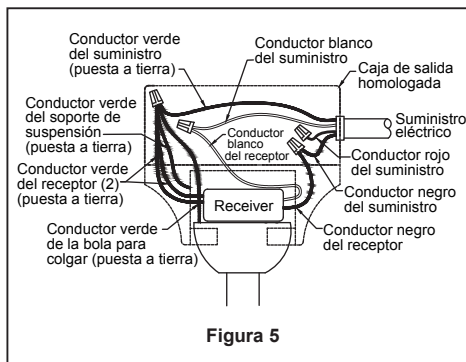

Figura 5
5. Pase los cables a través de la cubierta de unión del motor, la cubierta para el tornillo y el capuchón. (Figura 5)
- ☐ 4. Una vez realizadas las conexiones, los cables deben ser colocados de forma extendida poniendo el conductor de la toma de tierra y el conductor de toma de tierra del equipo a un lado de la caja, colocando el conductor sin toma de tierra en el otro lado de la caja. gire los conductores hacia arriba y, con cuidado, colóquelos dentro de la caja de salida; con los conductores blancos y verdes hacia un lado y los conductores negros hacia el otro. (Figura 5)
- ☐ 5. Asegure el vidrio en la ensamble de kit de luz girándolo en el sentido de las agujas del reloj. Gire el vidrio gradualmente **hasta que encaje en la ensamble de kit de luz.** Sin apretar demasiado. (Figura 5)
- ☐ 5. Para configurar el código del mando a distancia a las mismas posiciones que en el receptor. Mueva los interruptores de código hasta colocar el código de selección en la posición arriba o abajo. Con un destornillador pequeño o con una lapicera (no se incluye) deslice firmemente hacia arriba o hacia abajo. (Figura 5)